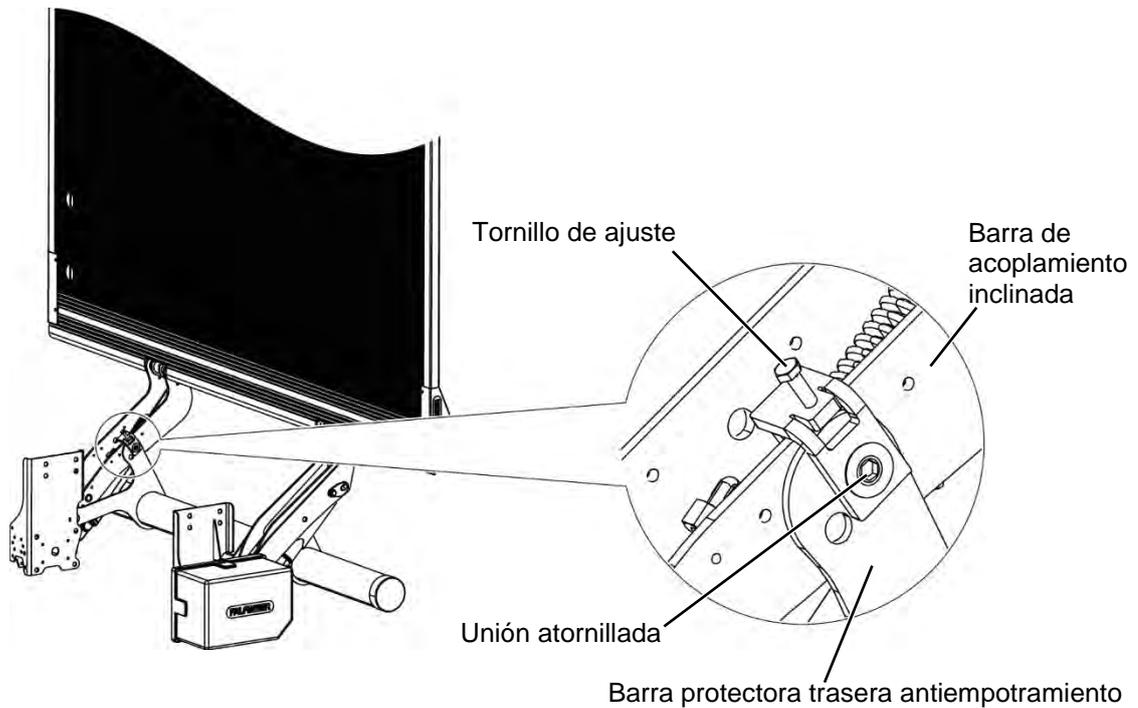

Figura 48: Barra de acoplamiento inclinada, PTC 750
- ▶ Coloque la plataforma paralela al tope final utilizando el tornillo de ajuste de la barra de guía de inclinación (véase Figura 48).